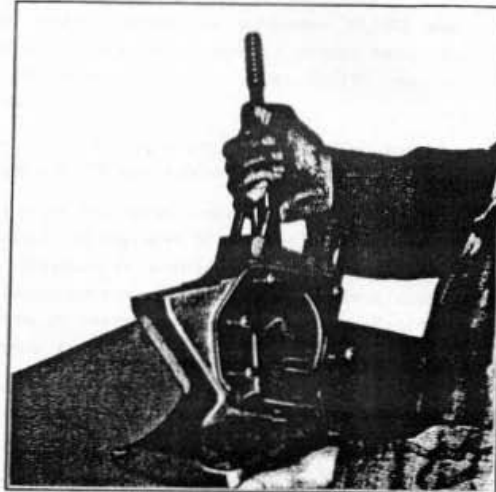

Fig. 9 Dépose de l'arbre à vis sans fin
6. Pour retirer la vis sans fin du carter de direction, démonter le goujon inférieur arrière du carter de l'arbre oscillant et faire passer la vis sans fin à travers la face gauche du carter de direction comme le montre la figure 9.